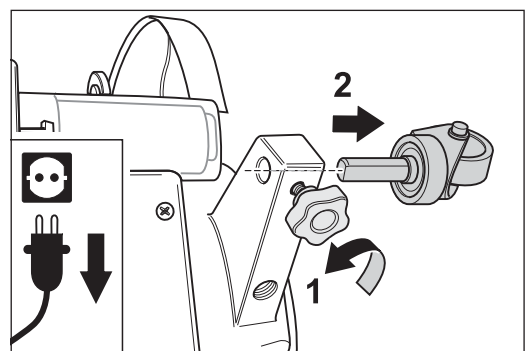

Abb. 84 Die Sterngriffschrauben (1) lösen und die Lenkrollen aus dem Ventilatorgehäuse ziehen (2).
- 3 Lösen Sie die Sterngriffschrauben an den Lenkrollenarmen des Ventilatorgehäuses (Abb. 84, 1) und ziehen Sie die Lenkrollen aus dem Ventilatorgehäuse heraus (Abb. 84, 2).